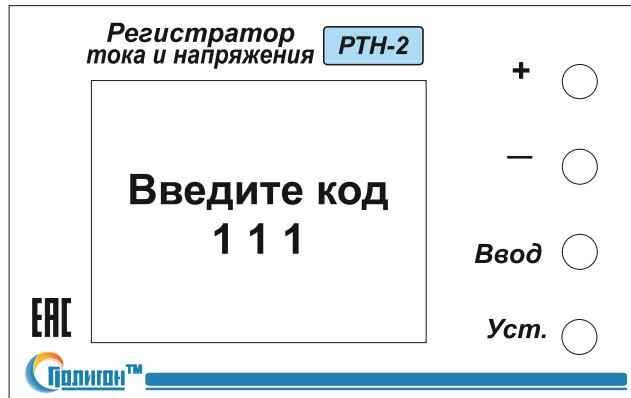

Рис.5
4.2.1. Для входа в режим программирования нажмите и удерживайте 3-5 сек кнопку «Уст.», при этом на дисплее высветится “Ведите код” и его значение (по умолчанию 111) (Рис.5).
“Ведите код” и его значение (по умолчанию 111) (Рис.5).